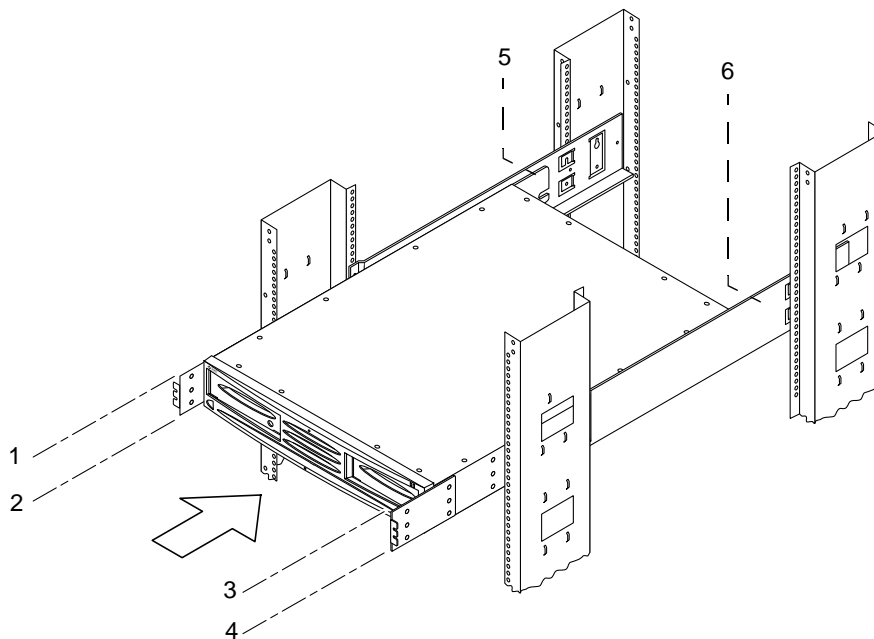

FIGURE 2-10 Insertion du plateau de stockage le long des rails de montage
10. Faites glisser le plateau de stockage sur les deux rails jusqu'à ce que les pattes de montage reposent complètement contre l'avant de l'armoire (FIGURE 2-10).